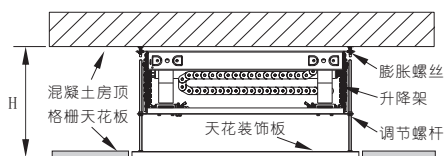

图3 普通高度天花的安装方式
- A. 如果 $H < H1$ (假设H2调至最长状态)，可以直接把升降架安装到混凝土房顶上，见图3；